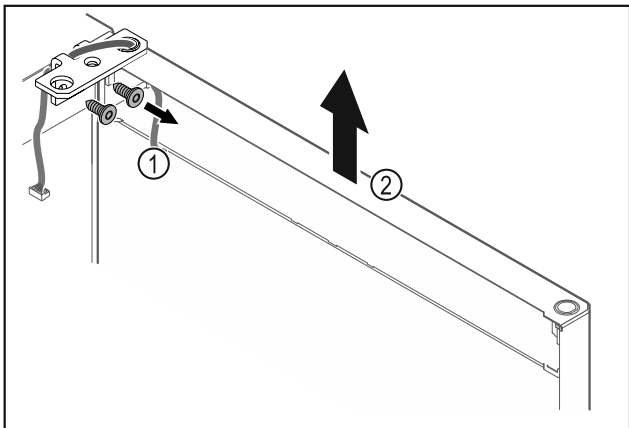

Fig. 18
- Ξεβιδώστε τη γωνία μεντεσέ Fig. 18 (1).
- Σηκώστε την πόρτα μαζί με τη γωνία μεντεσέ Fig. 18 (2) περίπου 200 mm ευθεία προς τα επάνω και αφαιρέστε τη.